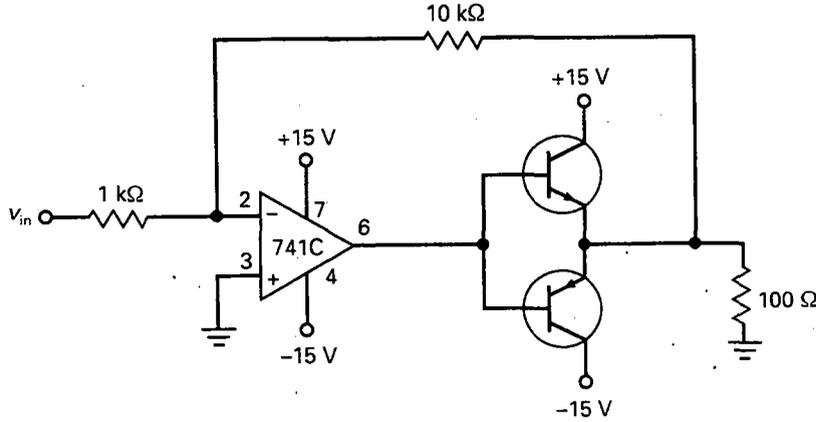

Figura 20-40
- 20-27. ¿Cuál es la ganancia de tensión en la Figura 20-40? Si los transistores tienen una ganancia de corriente de 125, ¿cuál es la corriente de salida en cortocircuito?
- 20-40. Los transistores de la Figura 20-40 tienen $\beta_{dc} = 75$. Si la tensión de entrada es 0,5 V, ¿cuál es la corriente de base en el transistor que conduce?